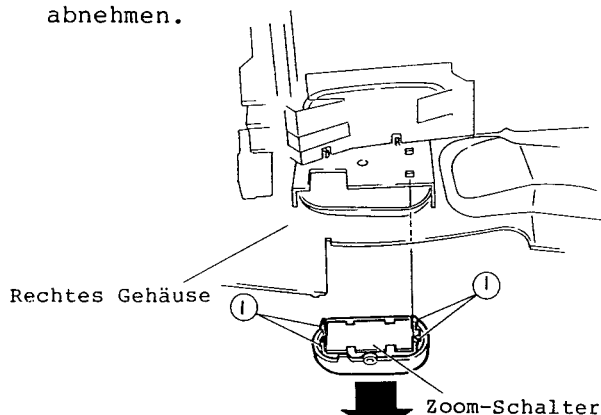

Abb. 2-19
1. Die Luminanz/Chroma-Leiterplatte aufklappen (siehe Abb. 2-19).